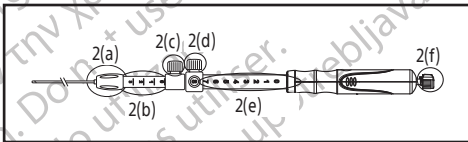

Abbildung 2.
2. Sicherstellen, dass die Nadel vollständig zurück gezogen und die Nadelarretierung (Abbildung 2(d)) in der Nullstellung gesichert ist (Abbildung 2(e)).
3. Die Schleusenlänge entsprechend der Länge des Echoendoskops bestimmen. Die Schleusenarretierung (Abbildung 2(c)) verwenden, um die Schleuse auf die gewünschte Länge einzustellen und dann zu sichern. Die Schleusenarretierung im Uhrzeigersinn drehen, um die Schleuse in der gewünschten Stellung zu arretieren. Das distale Ende der Schleuse wird normalerweise auf dem endoskopischen Bild angezeigt.
Hinweis: Die Zahlen und Richtmarken auf der Schleusen-Einstelllehre (Abbildung 2(b)) dienen lediglich zur Orientierung.
- Das Instrument weiter verschieben, bis es aus dem Echoendoskop heraustritt und die Schleuse auf dem Endoskopiebild angezeigt wird. Die Luer-Befestigung (Abbildung 2(a)) durch Drehen im Uhrzeigersinn festziehen, um das Instrument am Arbeitskanalanschluss des Echoendoskops zu befestigen.
Hinweis: Wenn die Schleusenlänge geändert werden muss, die Schleusenarretierung (Abbildung 2(c)) lösen und am entsprechenden Bezugspunkt neu ansetzen.
- Die Eindringtiefe der Nadel mithilfe der Nadelarretierung (Abbildung 2(d)) auf das gewünschte Maß bringen. Zum Steuern der Eindringtiefe der Nadel bis zum Zielbereich die Nadelarretierung durch Drehen des Knopfs gegen den Uhrzeigersinn lösen. Die Nadelarretierung an der entsprechenden Zahl am Griff des Instruments ausrichten. Die Nadel durch Drehen der Nadelarretierung im Uhrzeigersinn arretieren.
Hinweis: Die Zahlen auf der Nadel-Tiefenlehre (Abbildung 2(e)) dienen lediglich zur Orientierung. Die Zahlen stehen für die Nadellängenausdehnung (in Zentimetern) bei gerade ausgerichtetem Instrument.
- Den Mandrin (Abbildung 2(f)) vorsichtig lösen und vom Griff des Instruments abziehen, um ihn vom Stutzen des Instruments zu entfernen.
Hinweis: Der Mandrin kann mithilfe der Klemmung an der Mandrinkappe (Abbildung 2(f)) aufgewickelt und festgeklemmt werden. Der Mandrin sollte für weitere Nadeleinstiche innerhalb des gleichen Verfahrens aufbewahrt werden.
12. Die mitgelieferte Spritze mit dem Stutzen (Abbildung 2 (f)) des Griffs am Instrument verbinden.